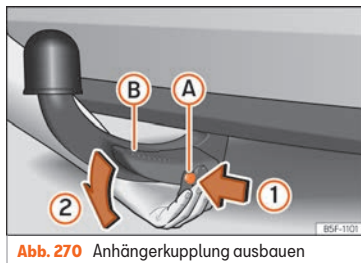

Abb. 270 Anhängerkupplung ausbauen
- Drücken Sie den Entriegelungsbolzen (A) in Pfeilrichtung (1) und gleichzeitig den Hebel (B) in Pfeilrichtung (2) bis zum Anschlag »» Abb. 270.